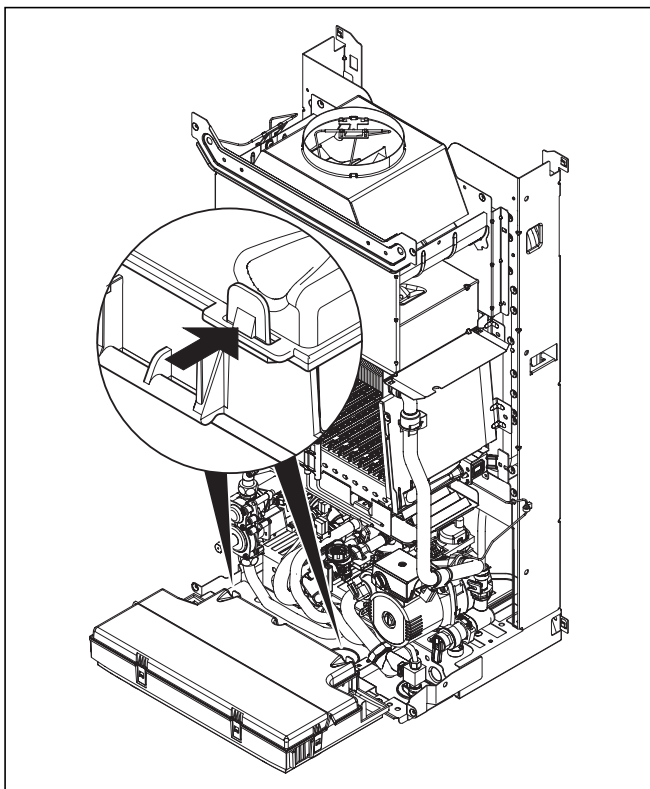

Рис. 5.6 Открывание задней стенки распределительной коробки
- Проложите сетевой кабель до уровня подключения системы в распределительной коробке, как изображено на рис. 5.6 и 5.7.
- Подсоедините сетевой провод к предусмотренным для него клеммам  $\oplus$ , N и L системы ProE (см. рис. 5.6 и 5.7).